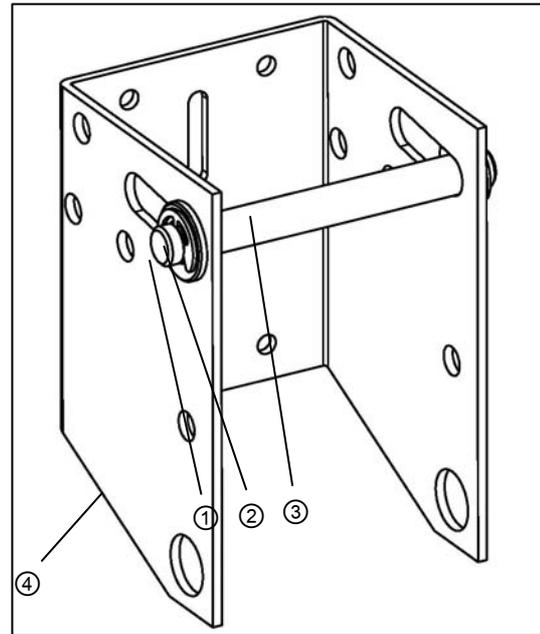

Bild 6
1. Sicherungsring ① und Scheibe ② am Verriegelungsbolzen ③ lösen. Verriegelungsbolzen ③ aus der Öffnerhalterung herausnehmen (*Bild 6*).